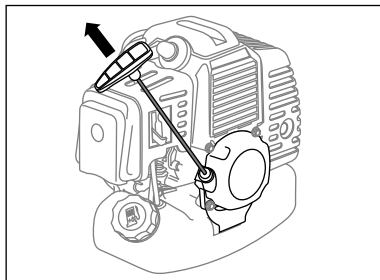

fig. 12
- În timp ce țineți trimmerul, trageți mânerul demarorului până când acesta "se aprinde". Trageți rapid mânerul de pornire. Repetați acești pași până când motorul pornește (fig. 12).